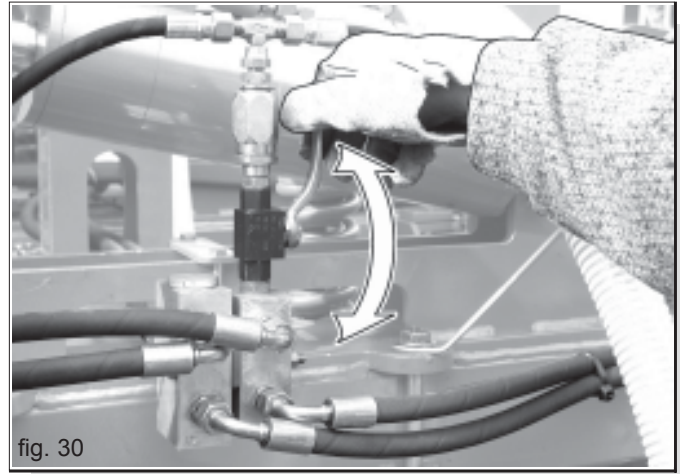

fig. 30
**IMPORTANTE!** *Sulle versioni trainate, l'impianto è comune con quello del carrello posteriore, vengono contemporaneamente azionati dallo stesso distributore del trattore. Una valvola, sita posteriormente alla macchina, permette di aprire e chiudere il circuito dell'erpice a seconda delle esigenze (Fig. 30). Per la taratura dell'impianto, consultare il capitolo 3.10 REGOLAZIONE DELL'IMPIANTI OLEODINAMICI.*
Usando l'erpice copriseme posteriore in posizione di lavoro si dovesse escludere il circuito dello stesso per mezzo della valvola (Fig. 30), durante le fasi di manovra è assolutamente necessario alzare completamente la seminatrice.
**Con erpice abbassato e circuito chiuso dalla valvola (Fig. 30), è assolutamente necessario alzare completamente la seminatrice durante le fasi di manovra.**